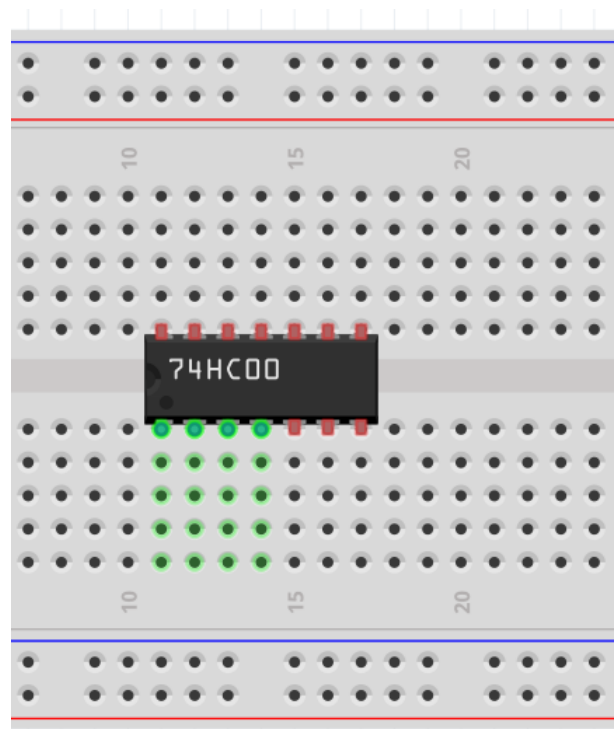

图 6 删除连线后的电路
- 3、用鼠标点中按“Del”键删除图中不用的连线，如图 6 所示